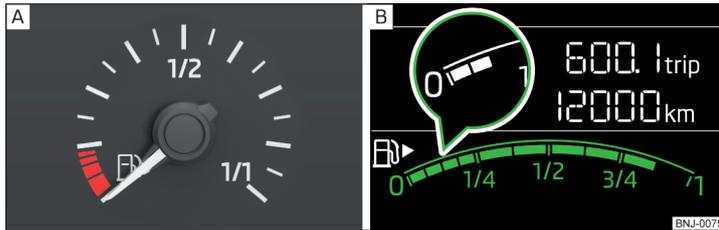

Abb. 23 Kraftstoffvorratsanzeige: Variante 1 / Variante 2
**Kraftstoffvorratsanzeigearten » Abb. 23**
Der Reservereich wird durch den roten Skalabereich » Abb. 23 - A bzw. durch die Anzeige der nur beiden letzten Skalasegmente » Abb. 23 - B in der Lupe gekennzeichnet.